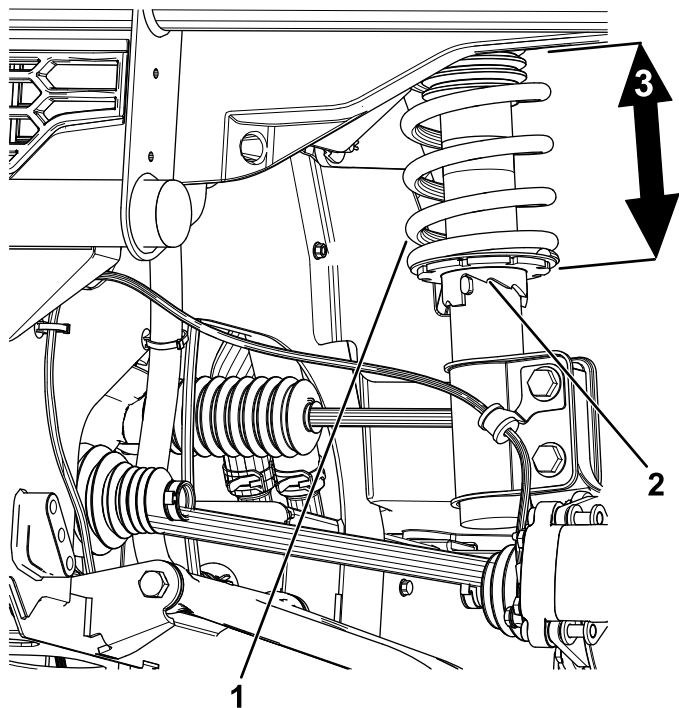

Figura 85
2. Si la distancia al suelo no es correcta, utilice la llave con ajuste de muelle para girar el collarín del amortiguador y alinear la rueda (Figura 85).